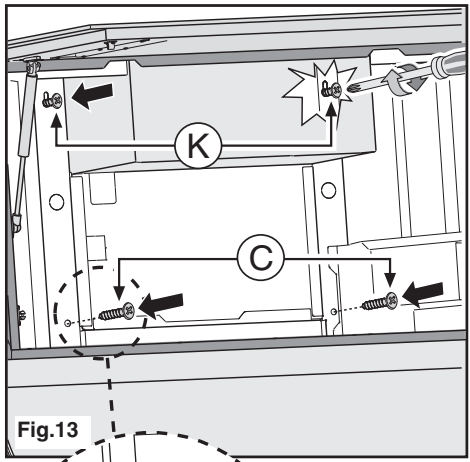

Fig.13
- Avvitare del tutto le due viti **K** e fissare la cappa definitivamente tramite le due viti **C** (Fig.13).